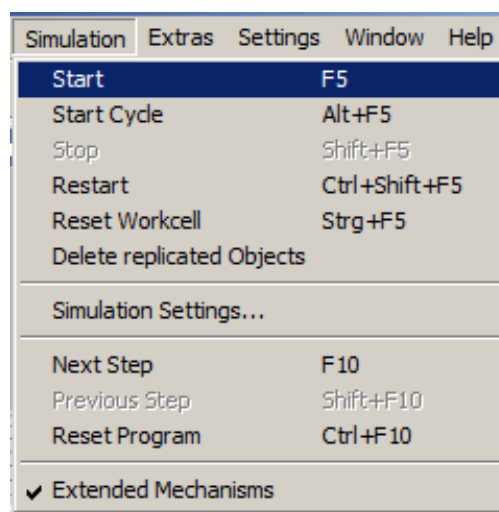

Рисунок 30 – Запуск симуляции
- 7 Запускаем симуляцию CIROS Mechatronics. Для этого во вкладке Simulation выбираем пункт Start (рисунок 30) или же - клавишей F5;